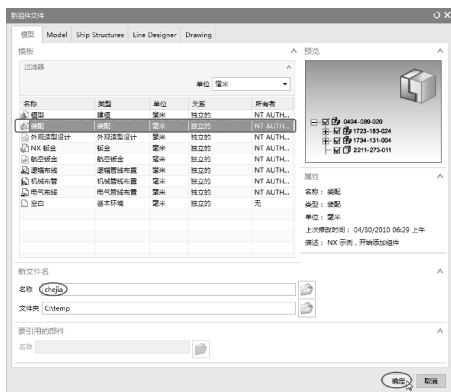

图 7-22 新建组件
- 02 在【装配】选项卡中单击【新建组件】按钮，弹出【新建文件】对话框，在此对话框中选择装配模板以创建装配文件，然后输入新的文件名【chejia.prt】，单击【确定】按钮，弹出【新建组件】对话框，如图 7-22 所示。